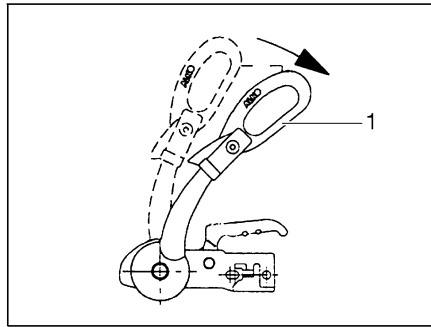

Bild 163 Stabilisierungsgriff
- Stabilisierungsgriff (Bild 163,1) öffnen.